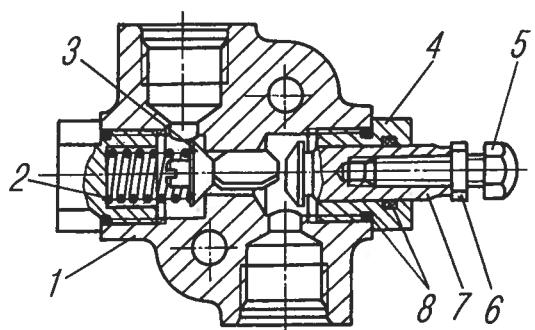

Рис. 123. Клапан ограничительный:
**Ограничительный клапан.** В корпусе 1 (рис. 123) расположен клапан 3, прижатый к седлу пружиной 2, и шток 7 с регулировочным болтом 5. При нажатии на сферическую головку регулировочного болта шток перемещается и открывает клапан 3. Напорная и сливная магистрали при этом соединяются между собой, прекращая дальнейший подъем платформы.